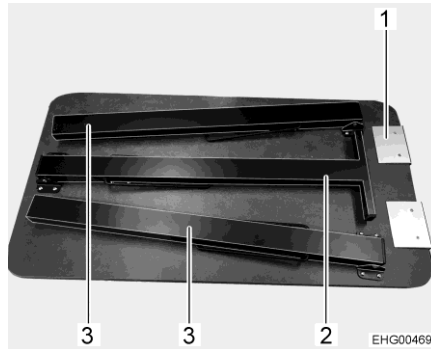

Bild 7 Tisch (Tischbeine eingeklappt)
- Tisch mit der kurzen Seite (Bild 7,1) in Schiene im Küchenbereich einhängen.
- Mittleres Tischbein (Bild 7,2) ausklappen.
- Alle 3 Tischbeine (Bild 7,2 und Bild 7,3) ausklappen.